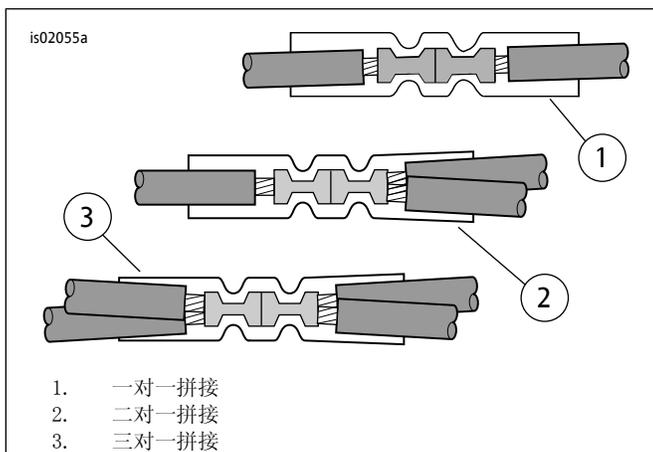

图7。拼接配置
4. 参见图22。从套件中取出密封拼接连接器 (3)。参见图7：二对一拼接配置。遵循维修手册附录中的说明，将加热手柄线束的电源引线拼接到主线束橙色/白色导线。
6. 参见图22。从套件中取出密封拼接连接器 (3)。参见图7：一对一拼接配置。遵循维修手册附录中的说明，将加热手柄线束的电源引线拼接到适配线。
3. 参见图22。从套件中取出密封拼接连接器 (3)。参见图7：二对一拼接配置。遵循维修手册附录中的说明，将加热手柄线束的电源引线拼接到剪断的橙色/白色导线。
3. 参见图22。从套件中取出密封拼接连接器(3)。参见图7:二对一拼接配置。遵循维修手册附录中的说明,将加热手柄线束的电源引线拼接到主线束橙色/白色导线。